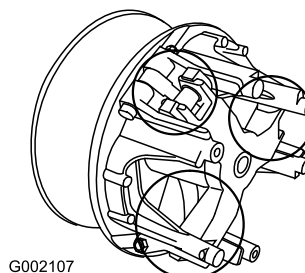

Figura 47
5. Lubrique las piezas en movimiento en las zonas indicadas en Figura 47 usando Spray Lubricante Seco Toro, disponible a través de su Distribuidor o Consesionario Autorizado Toro.